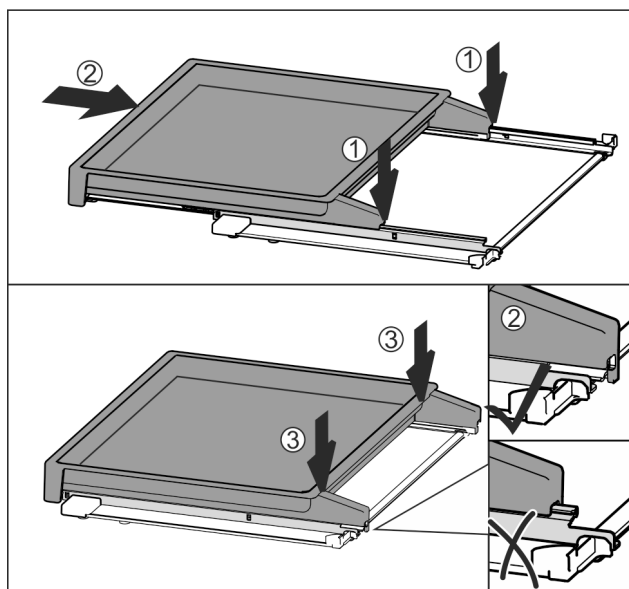

Fig. 41
- ▶ La poser au centre sur les rails Fig. 41 (1).
- ▶ Insérer complètement la bordure télescopique Fig. 41 (2).
- ▶ Appuyer sur sa partie arrière jusqu'à ce qu'elle s'enclenche de manière audible Fig. 41 (3).